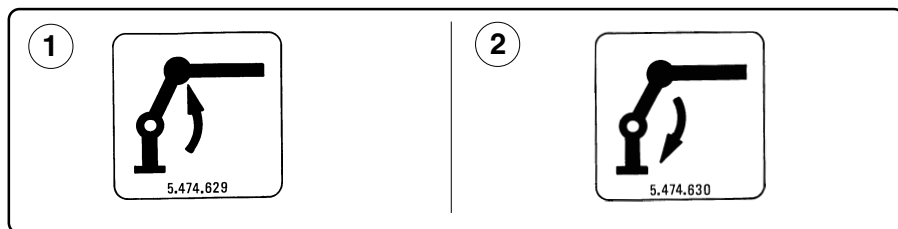

fig. 6.4.1
In prossimità di ogni leva di comando di movimentazione della gru, è collocata una coppia di targhette per indicare il movimento che si attiva. Ad esempio, sulla leva di comando martinetto colonna, compare la coppia di targhette di fig. 6.4.1 disposte verticalmente in prossimità della leva stessa.
*Two instruction plates are placed near each crane control lever to illustrate the manoeuvres you will activate by operating that particular lever. For instance, near the column cylinder control lever you will find the pair of plates (see fig. 6.4.1), arranged one above the other.*